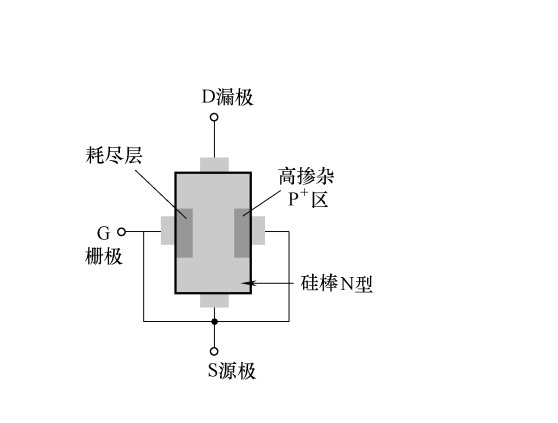

图 2-36 结型场效应晶体管内部结构图
结型场效应晶体管的内部结构如图 2-36 所示, 在一块 N 型半导体材料两侧分别制作一个高浓度的 P 区, 形成两个 PN 结, 两个 P 区各引出一个电极接在一起叫栅极 (G), 栅极常作为管子的衬底; 在 N 型半导体材料两端各引一个电极, 分别为漏极 (D) 和源极 (S), 两个 PN 结中间叫 N